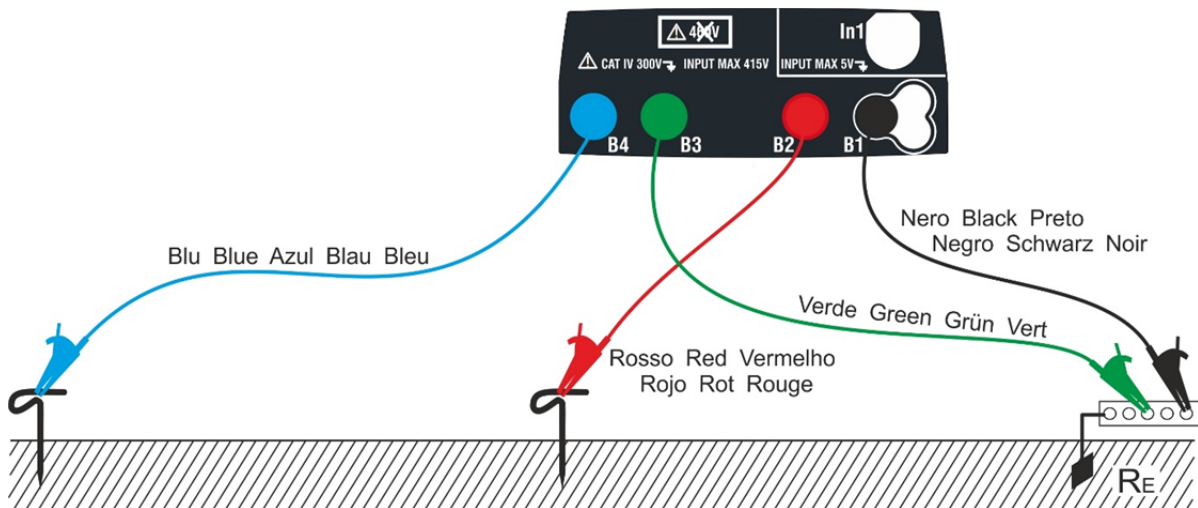
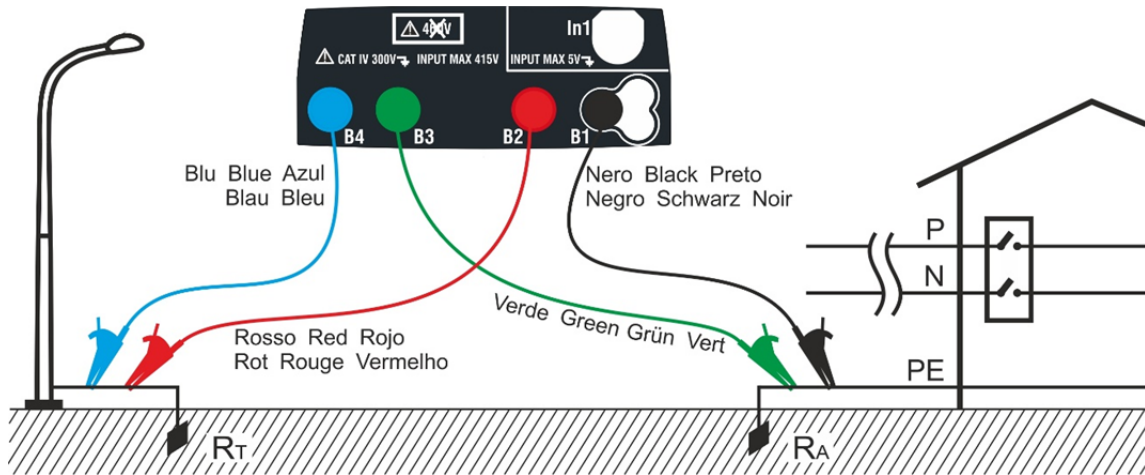
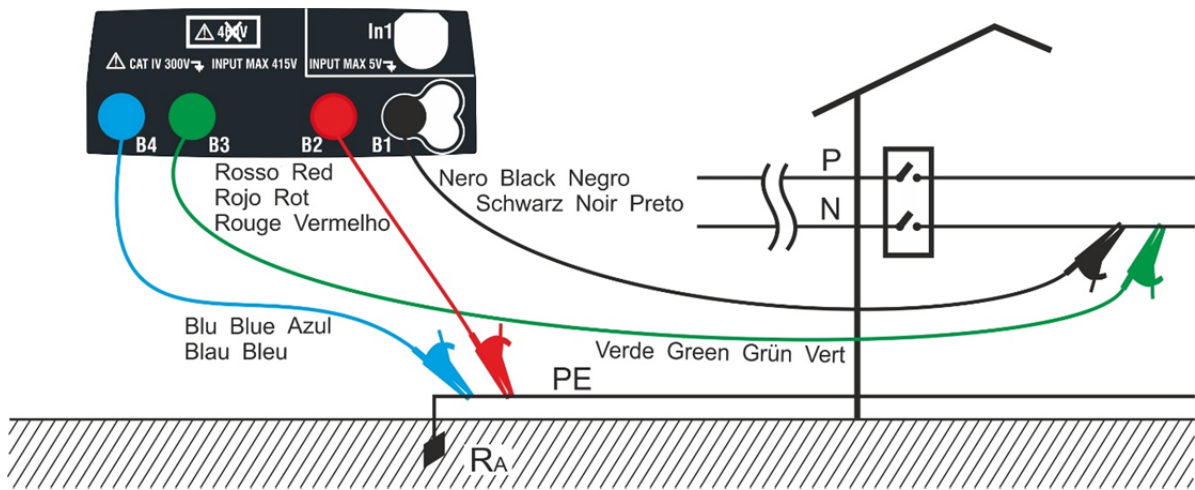

Abb. 28: 3-Punkt Erdungsmessung
Abb. 29: 2-Punkt-Erdungsmessung (mit Hilfsonde)
Abb. 30: 2-Punkt Erdungsmessung über N- Leiter an der Schalttafel
- 12 Schließen Sie die Krokodilklemmen an die Erdspeieße und an das zu messende System entsprechend Abb. 28, Abb. 29, Abb. 30 oder Abb. 31 an.